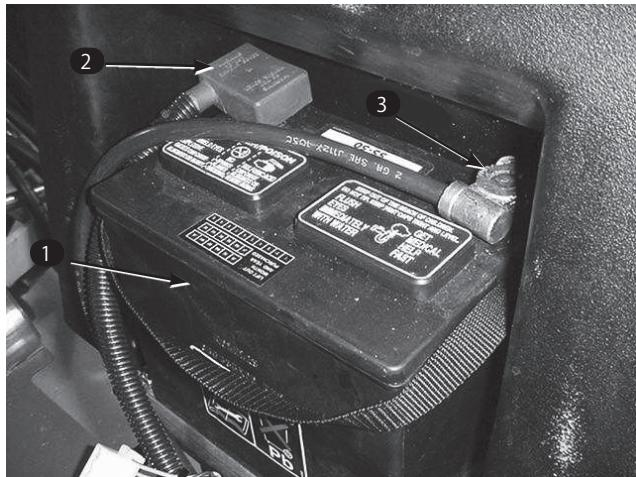

図18
5. 赤い(+)ケーブルをバッテリーの(+)端子に、黒いケーブル(-)はバッテリーの(-)端子にはめ、キャップスクリュとナットで固定する（図18）。ショート防止のために(+)端子にゴムキャップをかぶせる。